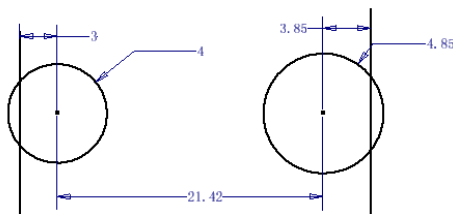

图 6-32 绘制直线并标注尺寸
②单击【草图】标签栏【绘图】面板的【直线】工具按钮，绘制两条竖直方向的直线。注意绘制时可以移动鼠标，当鼠标指针旁边出现竖直符号时，既说明此时直线是竖直方向的，创建即可。直线的位置和标注如图 6-32 所示。